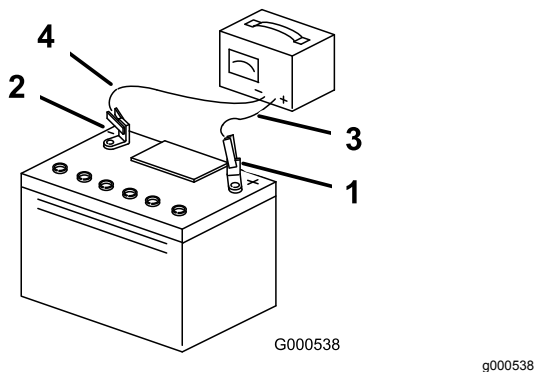

Figura 88
5. Cuando la batería esté completamente cargada, desconecte el cargador del suministro eléctrico, y desconecte los cables del cargador de los bornes de la batería (Figura 88).